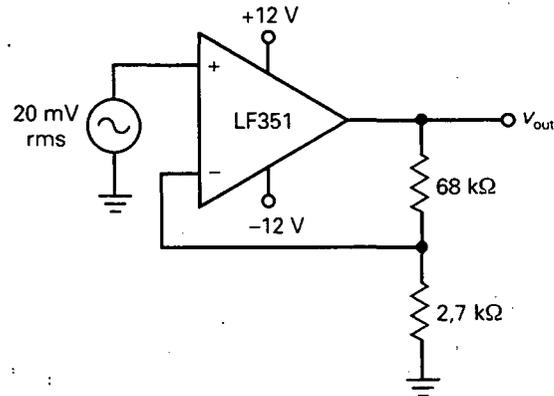

Figura 19-15
- 19-1. En la Figura 19-15, calcule la fracción de realimentación, la ganancia de tensión ideal en lazo cerrado, el porcentaje de error y la ganancia de tensión exacta.
- 19-2. Si la resistencia de 68 k Ω de la Figura 19-15 se cambia a 39 k Ω , ¿cuál es la fracción de realimentación? ¿Y la ganancia de tensión en lazo cerrado?
- 19-3. En la Figura 19-15, la resistencia de 2,7 k Ω se cambia a 5,6 k Ω , ¿cuál es la fracción de realimentación? ¿Y la ganancia de tensión en lazo cerrado?
- 19-4. Si el LF351 de la Figura 19-15 se reemplaza por un LM308, ¿cuál es la fracción de realimentación, la ganancia de tensión ideal en lazo cerrado, el porcentaje de error y la ganancia de tensión exacta?